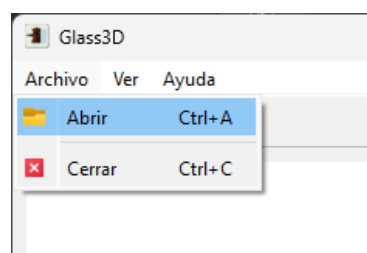

Figura 1: Opción de menú para abrir un modelo
1. Seleccionar la opción del menú superior, **Archivo** → **Abrir**. Figura 1.